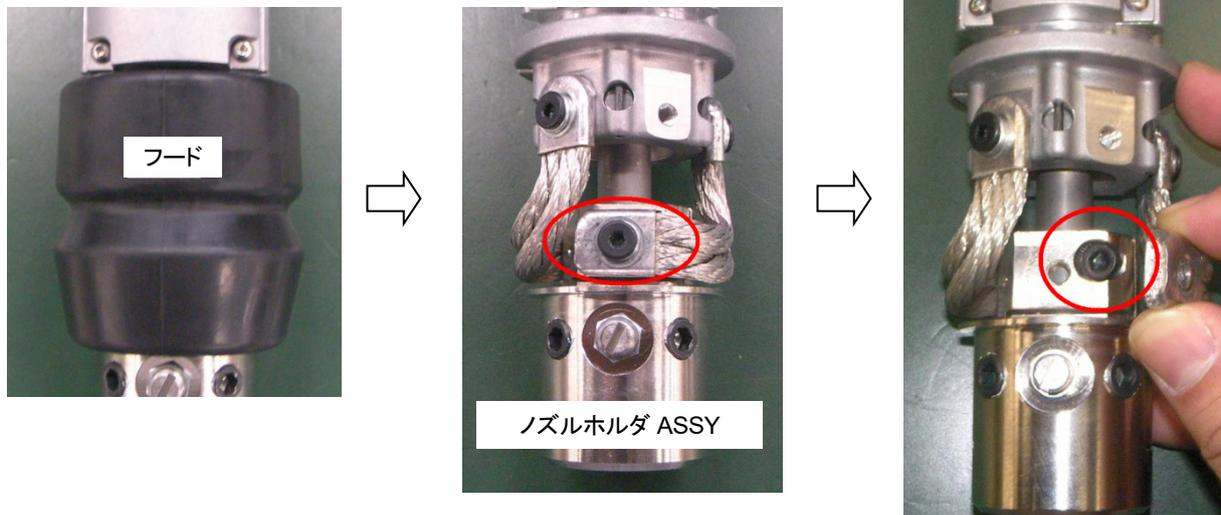

図 2.6 トーチの左右調整方法
1. トーチ先端が上下方向にずれている場合、絶縁ブラケットをLブラケットに固定している2本の六角穴付きボルト①(M8×20)を緩め、ずれている方向(上または下方向)に動かして調整してください。その後しっかりと締め付けてください。
2. トーチ先端が前後方向にずれている場合、マウントをLブラケットに固定している2本の六角穴付きボルト②(M8×25)を緩め、ずれている方向(前または後方向)に動かして調整してください。その後しっかりと締め付けてください。
3. トーチ先端が左右方向にずれている場合は、「図2.6 トーチの左右調整方法」を参照し、次の手順に従い調整してください。